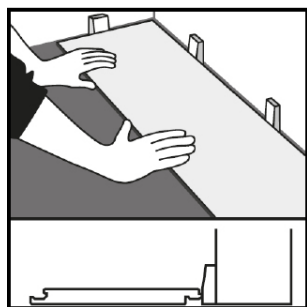

FIG 1
- Commencez par poser une planche/un carreau entier le long du mur et calculez le nombre de planches/carreaux pouvant tenir sur la largeur de la pièce. Si cela implique qu'une rangée de lames/dalles étroites se trouve le long du mur opposé, sciez la première rangée sur mesure. Posez ce produit avec le côté dentelé/le bord scié tourné vers le mur. Placez des cales d'espacement de 5 mm entre la lame/dalle et le mur (fig. 1).